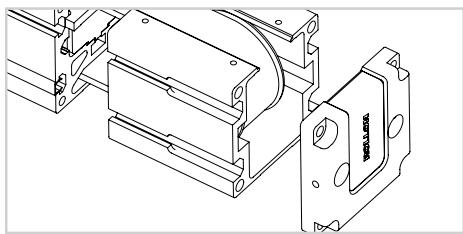

図 11
- 11)アイドルヘッドをプロファイルから離し、ブーリーを取り外します(図 11)。